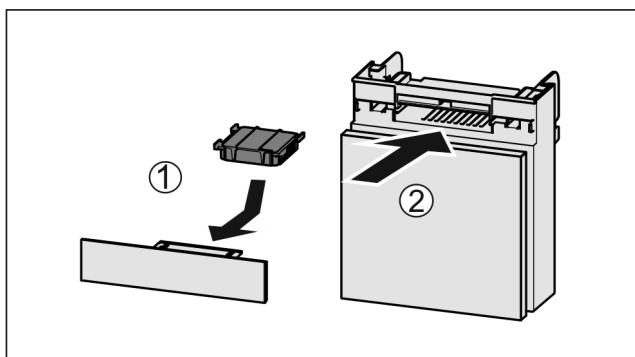

Fig. 135
- Вставити фільтр з активованого вугілля за малюнком Fig. 135 (1).
► Вставити відділення Fig. 135 (2).